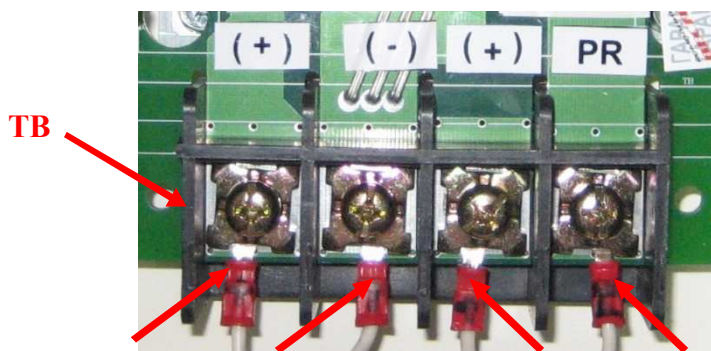

Рис. 4.10.
4.8.3. Присоединить провода с маркировкой **”+”**, **”-”**, **”+”**, **”PR”** к клеммам силовой клеммной колодки **ТВ** тормозного прерывателя, имеющим аналогичную маркировку (рис. 4.10);